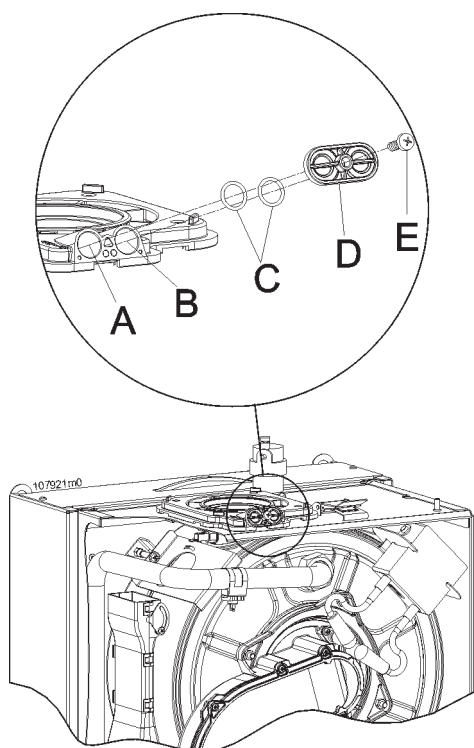

Figura 6.5 - Prese di analisi combustione
- collegare un analizzatore di combustione nella apposita presa sul raccordo di scarico fumi "B" di figura 6.5;